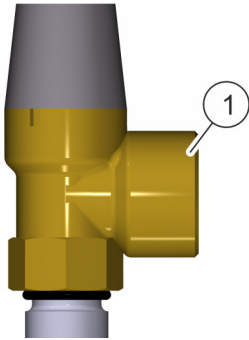

Abb. 23: Abblasleitung anschliessen
An die Austrittsleitung des Sicherheitsventils (Abb. 23/1) eine Abblasleitung führen und anschliessen.
- Sicherstellen, dass alle Hauptabsperrventile (Abb. 23) und Befüll- und Entleerhähne geschlossen sind.